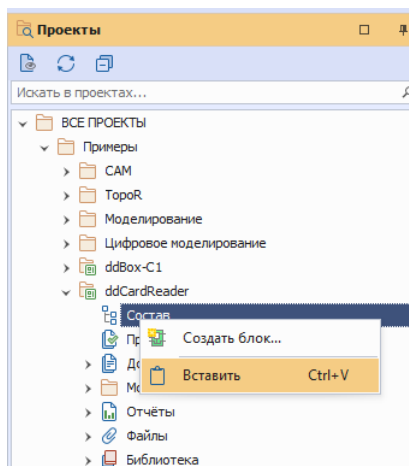

Рис. 246 Вставка блока в другой проект
1. Выбрать другой проект в дереве проектов «Проекты» → «Состав», вставить блок из буфера, см. Рис. 246.